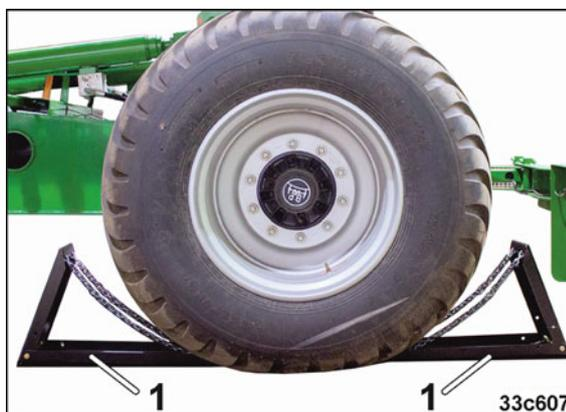

Рис. 144
10. Зафиксируйте колесо машины двумя противооткатными упорами (Рис. 144/1)